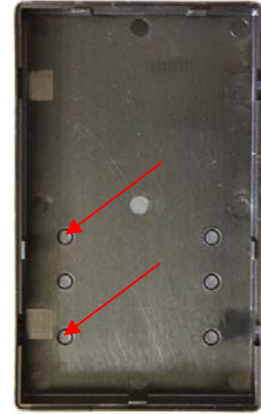

Abbildung 12: Montage der PanelBox On-Road mit Hilfe von Schrauben an den dafür vorgesehenen Öffnungen in der Rückwand des Gehäuses.
5. Die PanelBox On-Road wird an einer für den Fahrer gut sichtbaren Stelle im Führerhaus montiert. Dazu wird der rückwandige Deckel der Anzeige mit vier Schrauben am Fahrzeug befestigt (**siehe Abbildung 12**). Die Vorderseite mit der Elektronik wird vorsichtig aufgesteckt, bis sie einrastet. Jetzt wird der Stecker des Buskabels mit der Schnittstelle an der Unterseite verbunden. Nun ist das Gerät betriebsbereit und die Batterie kann wieder angeschlossen werden.